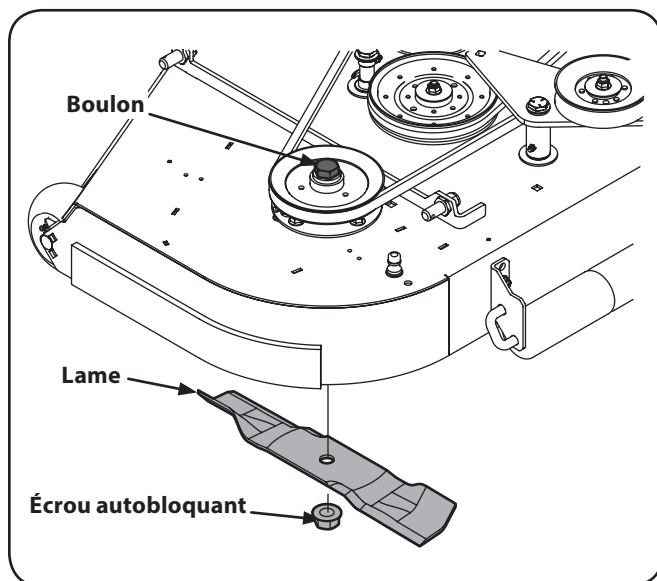

Figure 7-9
4. À l'aide d'une clé à douille de 1 1/8", retenez le boulon du côté de la poulie de fusée. Voir Figure 7-9.